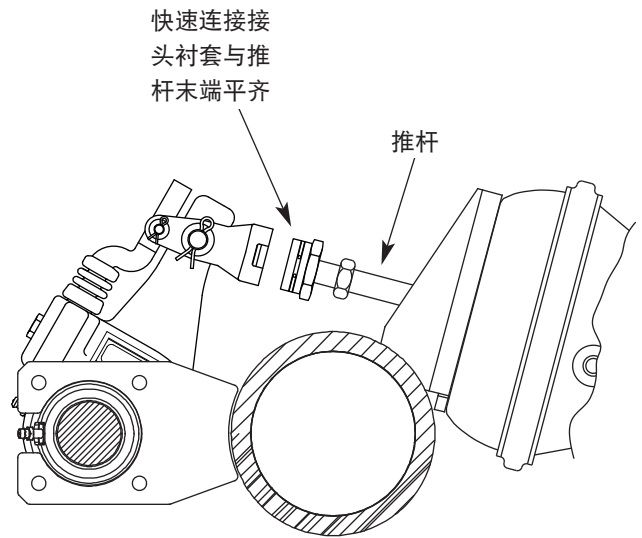

图 8. 将接头衬套拧到推杆上
- 将快速连接接头衬套拧到推杆上，直至它与推杆末端平齐（图 8）。